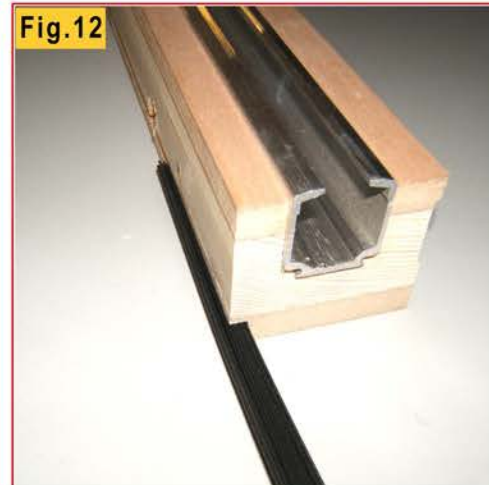

Fig.12
- Tagliare la giunzione in gomma nera in spezzoni da 20 cm ed inserirli nelle scanalature frontali del travetto e del montante, mantenendo una distanza costante fra gli spezzoni (utilizzare 5 spezzoni per il travetto (Fig. 12)).
- Couper la jonction en caoutchouc noir en morceaux de 20 cms. et les insérer dans les cannelures frontales du soliveau, en maintenant une distance constante entre les morceaux (utiliser no. 5 morceaux pour le soliveau) (Fig. 12).
- Cortar la unión de goma negra en pedazos de 20 cms. e insertarlos en los surcos frontales de la vigueta, manteniendo una distancia constante entre los pedazos (utilizar no. 5 pedazos por la vigueta) (Fig. 12).